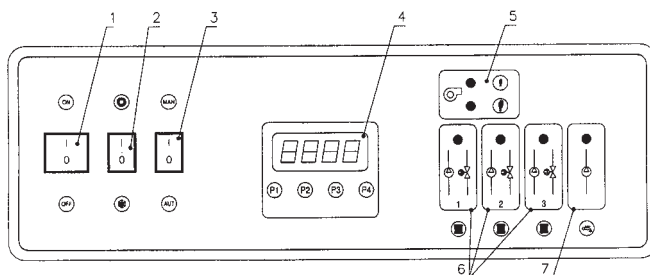

Fig. 2
In caso di guasto della scheda elettronica posizionare l'interruttore 3 (Fig. 2) su "MAN", aprire la porta frontale e regolare la temperatura di caldaia mediante la manopola (1) posta sotto il pannello di comando.